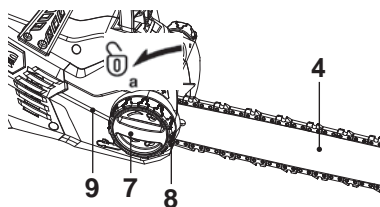

Fig. 8
3. Tournez la molette de tension [8] jusqu'à ce que les maillons d'entraînement touchent juste le bord inférieur du guide-chaîne [4] (Fig.8, 9).